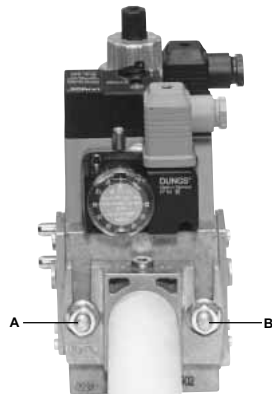

Fig. 6
3. Strangeti suruburile A, B, C si D (Fig. 6 - Fig. 7) , in functie de pozitia de montare (Fig. 9) ;